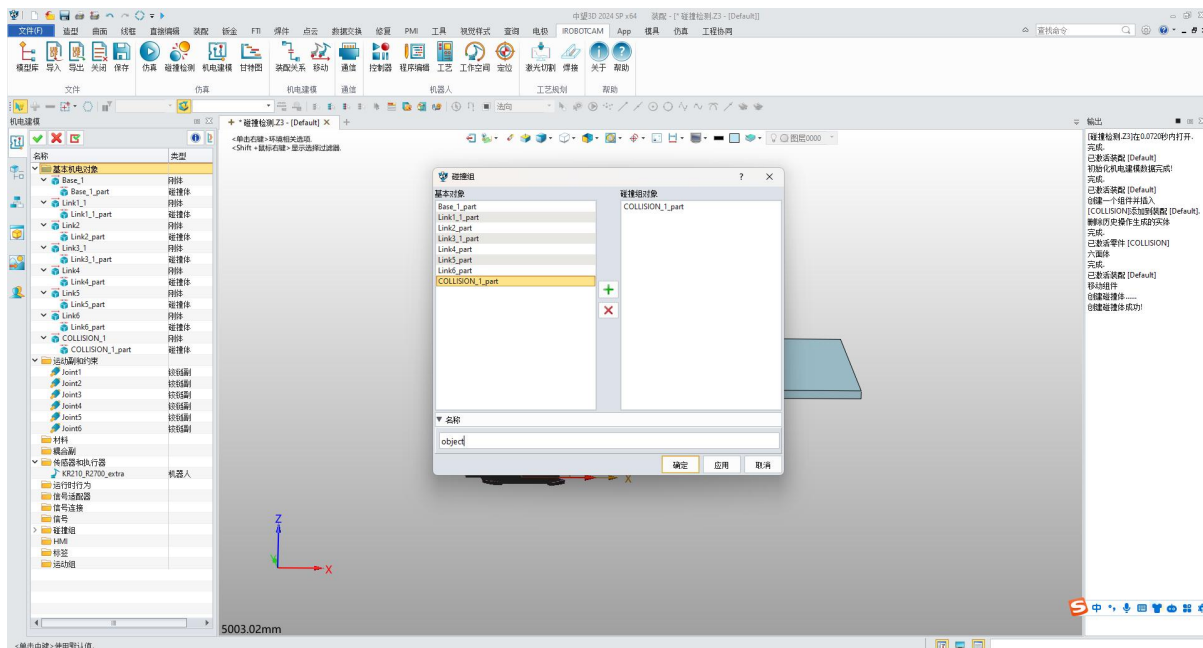

图 11-10: 物体碰撞组
- ◇ 调整 XYZ 轴以将六面体移动到装配内的所需位置。(图 11-10)